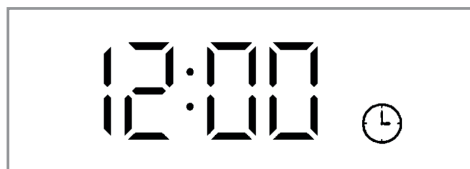

Рисунок 3. Дисплей в режиме ожидания
- Чтобы вернуться в режим ожидания, нажмите любую кнопку или поверните ручку КВ1. В режиме ожидания на дисплее отображается текущее системное время и индикатор системного времени (см. рисунок 3).